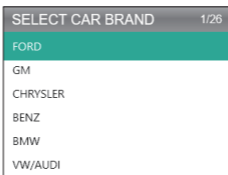

Abbildung 6.1.4
3. Bei herstellerspezifischen Codes müssen Sie das Fahrzeugmodell auswählen, um auf die spezifische Beschreibung der Codes zuzugreifen. (Siehe Abbildung 6.1.4)